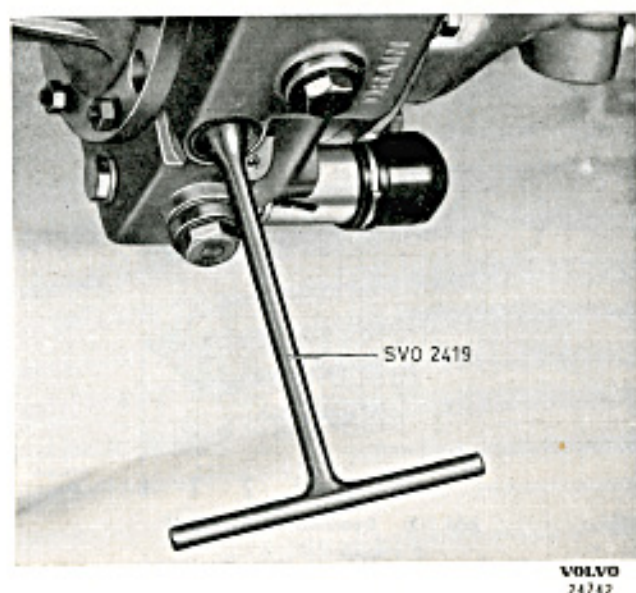
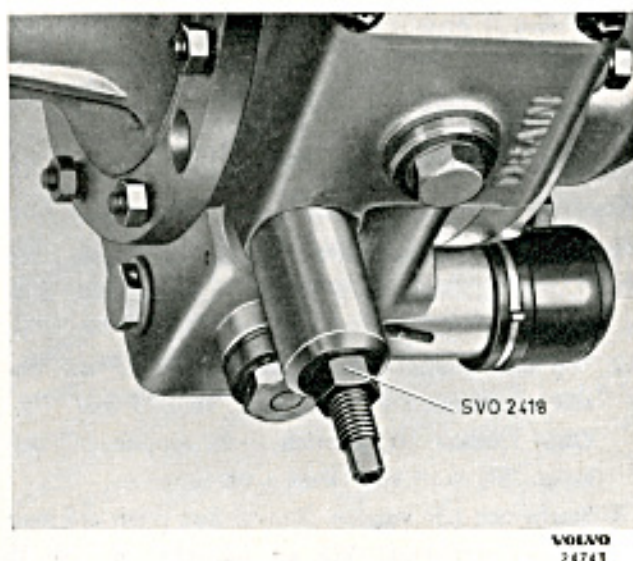

Bild 3-40. Demontering av ventilsäte, oljepump
Bild 3-41. Demontering av oljepump
2. Lossa proppen och tag ut fjäder (8) och kula (6). Lossa ventilsätet (7) med nyckel SVO 2419, se bild 3-40. Rengör och kontrollera delarna.
SVO 2418 på ventilsätets plats och drag ut pumpen, se bild 3-41.
8. Tag bort propparna och tag ut delarna för manöverventil, reduceringsventil och utloppsventilen för pumpen. Tag bort låsskruven och tag ut oljepumpen. Om pumpen sitter hårt fast, demonteras ventilsåtet med nyckel SVO 2419, se bild 3-40. Därefter drages pumpen ut med avdragare SVO 2418, se bild 3-41.